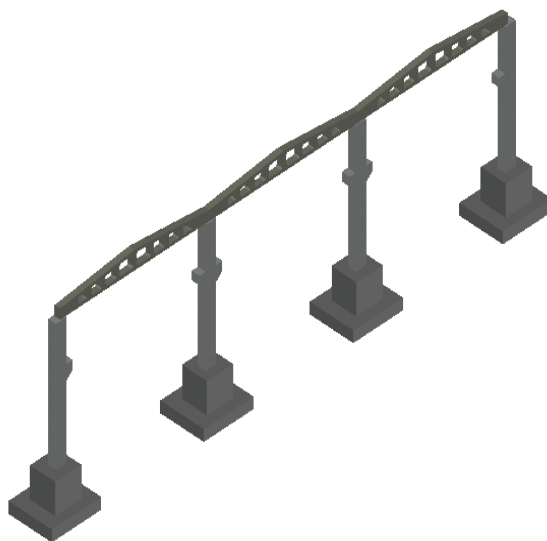

Рис. 6.7. Плоская рама промышленного здания
– плоская рама с использованием фундаментов, колонн и балок (ферм) покрытия – рис. 6.7;